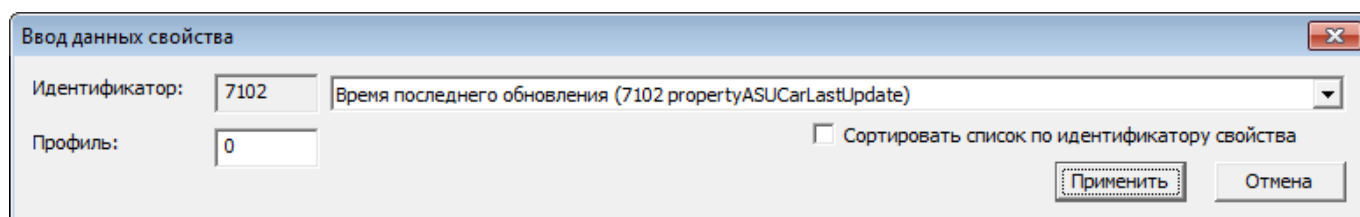

Рисунок 9.81 — Окно добавления свойства
3. Нажмите на кнопку **Добавить**. В отобразившемся окне (рисунок 9.81) выберите из раскрывающегося списка требуемое свойство, в поле **Профиль** укажите номер профиля, в котором содержатся требуемые данные (обычно, «0»). Для быстрого поиска свойства, начните вводить первые буквы его названия. Если вы знаете идентификатор свойства, установите флаг в поле **Сортировать список по идентификатору свойства** и введите в поле требуемый идентификатор.